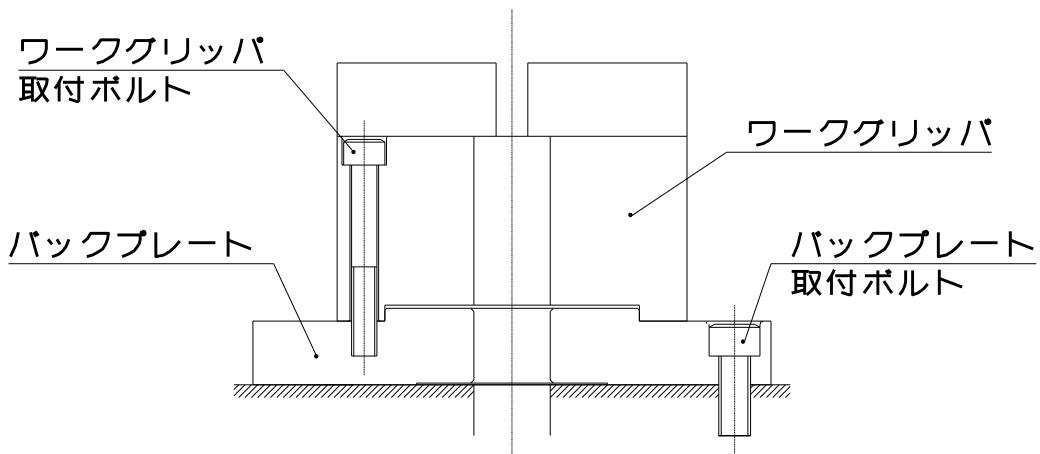

図 7
- ワークグリッパボディ表面にロケータや治具を取り付ける場合は、図7に示す追加工範囲内に穴明けを行ってください。